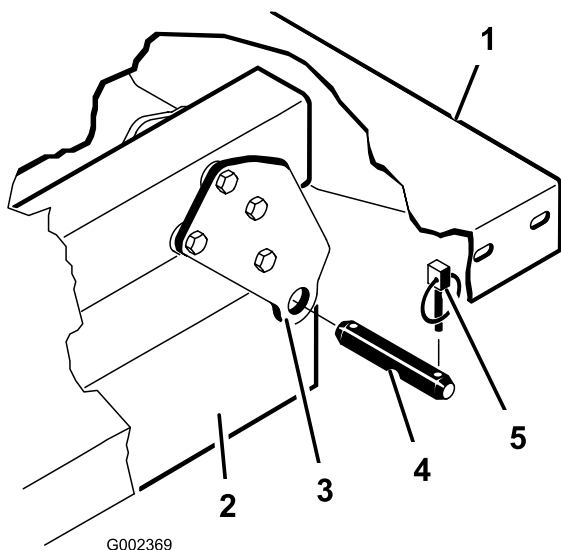

Figure 12
- Retirez les axes qui fixent les côtés tiges de vérins aux plaques de montage du plateau en les poussant vers l'intérieur (Figure 12).
- Enlevez les goupilles à anneau et les axes de chape qui fixent les supports de pivot aux profilés du châssis (Figure 12).
Remarque: Vérifiez que les plaques de pivot arrière sont boulonnées au châssis/profilé du véhicule de sorte que l'extrémité inférieure soit inclinée vers l'arrière (Figure 12).
2. Placez le plateau sur le châssis du véhicule avec précaution et en alignant les trous des plaques de pivot arrière sur ceux du profilé arrière du châssis. Montez (2) axes de fixation et goupilles à anneau (Figure 12).
3. Abaissez le plateau, fixez chaque extrémité de la tige du vérin aux fentes appropriées dans les plaques de montage du plateau au moyen d'un axe et d'une goupille à anneau. Insérez l'axe de fixation par l'extérieur du plateau, la goupille à anneau étant à l'extérieur (Figure 12). Les fentes arrière sont réservées à l'installation du plateau complet et les fentes avant à l'installation du plateau 2/3.